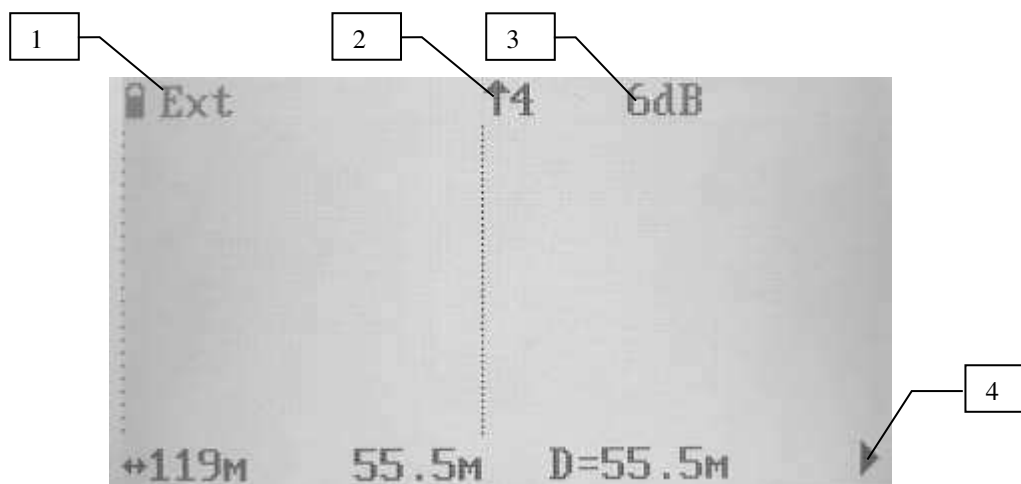

Рис. 30
- нажать кнопку «Меню». При этом на экране появится заставка этого режима рис. 30 и прибор переходит в режим ожидания импульса запуска.
Примеры рефлектограмм полученных в результате работ в составе поисковых лабораторий (КАЭЛ-3, КАЭЛ-5, ЭТЛ-35К и т.д.) в режимах «Испытание»/«Прожиг» (метод Desau) и «ГАУВ» (метод ICE) приведены на рис. 30а и рис. 30б.
Рис. 30а. Пример рефлектограммы места повреждения в режиме работы «Испытание»/«Прожиг» (метод Desau)
Рис. 30б. Пример рефлектограммы места повреждения в режиме работы «ГАУВ» (метод ICE)
Символ «II» в правом нижнем углу экрана (1, рис. 30а,б) означает, что рефлектометр зафиксировал полученный импульс. Для повторного запуска режима, после появления рефлектограммы и символа «II» достаточно нажать кнопку «Старт\Стоп» для перевода рефлектометра в состояние ожидания синхроимпульса, которое будет обозначено символом «▶». Для сохранения рефлектограммы необходимо выполнить действия аналогичные тем, которые описаны в подразделе 6.4.2. «Работа прибора с использованием внутренней оперативной памяти и внешнего запоминающего устройства».